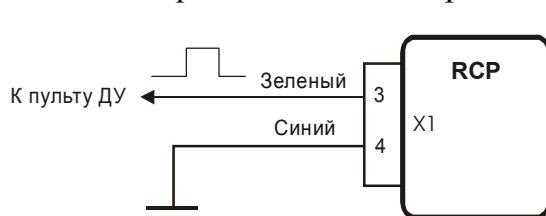
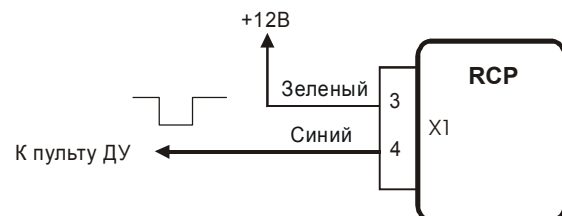

Рисунок 3
Рисунок 4
- Схемы включения отопителя от пульта ДУ приведены на рис.3 (импульсом положительной полярности) и рис.4 (импульсом отрицательной полярности)